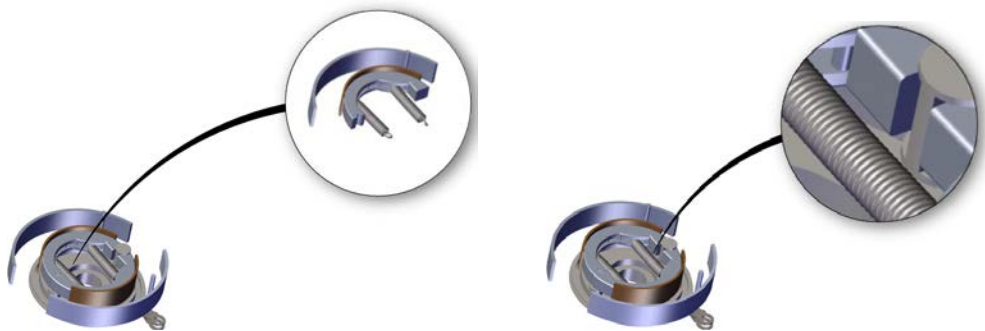

图 8-53 Digger “洋葱皮”（左）和 Digger 放大视图（右）
STEP 5 完成上述操作后，单击 Digger 视口右下角的“对 2D 图像进行截图”按钮，将 Digger 状态保存为 Digger 视图样式，完成 Digger 视图的创建。图 8-53 所示为 Digger “洋葱皮”和 Digger 放大视图效果。
- **“洋葱皮”按钮**：设置使用“洋葱皮”（就是像剥洋葱一样，一层层剥开模型），显示模型内部结构（通过拖动“百分比控点”按钮可以调整“洋葱皮”的深度），如图 8-53 左图所示。
- **“缩放”按钮**：通过创建放大视图来显示模型细节，如图 8-53 右图所示。